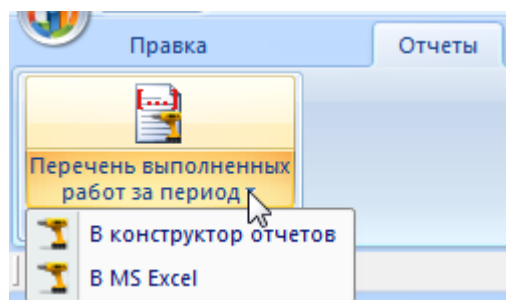

Рис. 13-492 – Вкладка «Отчеты»
5) В открывшемся диалоговом окне нажать «Да» для подтверждения действия (рис. 13-492).